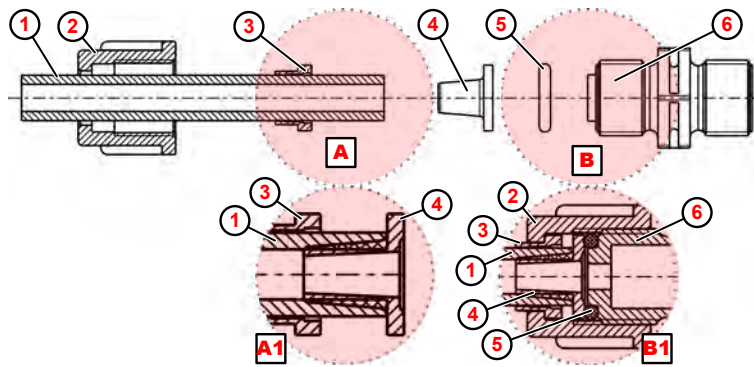

Fig. 8 : Raccord de conduit et flexible avec pièce conique
1. ➤ Couper droit le flexible (Fig. 8 , ①).
2. ➤ Enfiler l'écrou-raccord ② sur le flexible ① .
3. ➤ Enfiler la pièce de serrage ③ sur le flexible ① .
4. ➤ Pousser le flexible ① jusqu'à la collerette de butée sur la pièce conique ④ (détail Ⓐ1).
5. ➤ Glisser la pièce de serrage ③ vers la pièce conique ④ jusqu'à ce qu'une résistance soit perceptible.
6. ➤ Placer le joint torique ⑤ dans la rainure de la soupape d'aspiration ou de refoulement ⑥ .
7. ➤ Serrer l'écrou-raccord ② à fond (détail Ⓑ1).